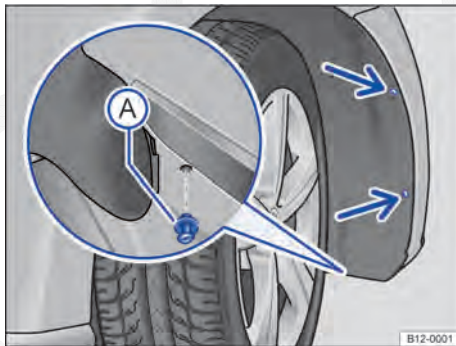

Fig. 145 Na caixa da roda dianteira direita: remover os parafusos de fixação (setas) e remover o rebite de expansão (A).
2. Remover os parafusos de fixação do revestimento da caixa de roda → Fig. 145 (setas) com o auxílio de uma chave de fenda.
3. Remover o rebite de expansão dianteiro inferior do revestimento da caixa de roda → Fig. 145 (A) e retirar completamente.
14. Recolocar o rebite de expansão no revestimento da caixa de roda e no para-lama e pressionar para dentro → Fig. 145 (A).
15. Recolocar os parafusos de fixação → Fig. 145 (setas) e apertá-los.